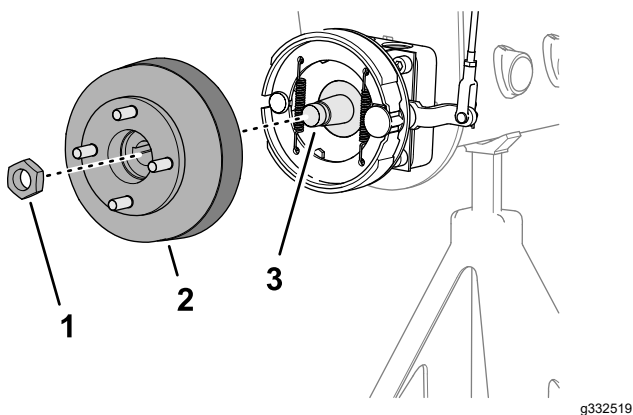
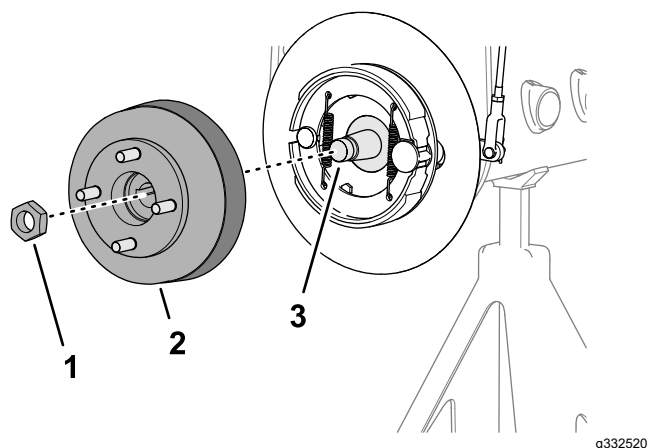

Figura 77
Figura 78
1. Rimuovete il dado di bloccaggio che fissa il mozzo all'albero motore della ruota (**Figura 77** o **Figura 78**).
4. Utilizzate l'estrattore del mozzo delle ruote specificato per rimuovere il mozzo della ruota e il tamburo del freno dall'albero motore della ruota (**Figura 77** o **Figura 78**).